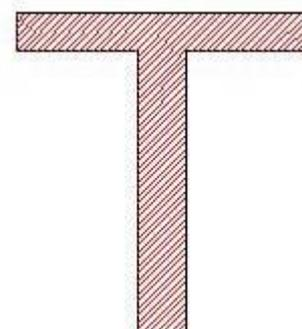

Abbildung 3-6 Grades
**Winkel:** Schraffurwinkel steht für die Winkel zwischen den Schraffurlinien und der X-Achse, und Abbildung 3-6 zeigt das Feature, wenn der Winkel 45 Grad beträgt.